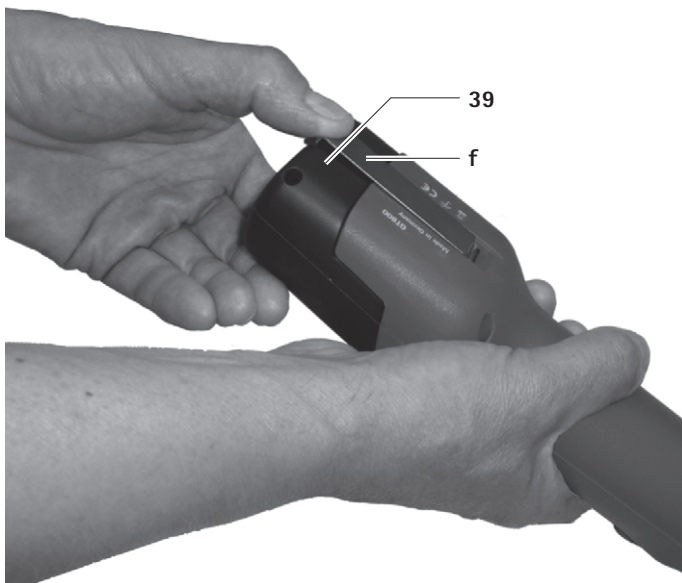

Bild 3
- Säkra li-jon-batteriet **39** med batterilåsning **f**, se Bild 3.